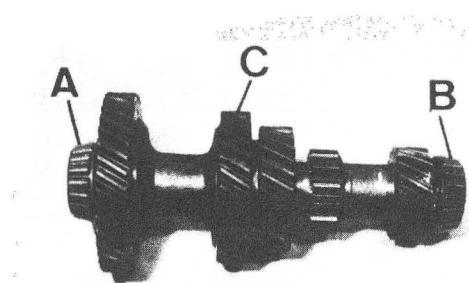

Fig. C1-115 Eje intermediario
- 1.1. Extraer los rodamientos delantero , A (Fig. C1-115) y trasero, B, del eje intermedio, C, y se apartarán, procurando no intercambiar la posición de ambos a la hora del montaje.
- 2.1. Calar los rodamientos delantero, A (Fig. C1-115) y trasero, B, a tope, repitiendo la posición en que los dos iban montados sobre el eje desecharado.
- 1.2. Desmontar los rodamientos delantero, A (Fig. C1-115) y trasero, B, del eje intermedio, C.
- 2.1. Calar a tope en el eje intermedio, C (Fig. C1-115) los nuevos rodamientos delantero, A, y trasero, B.